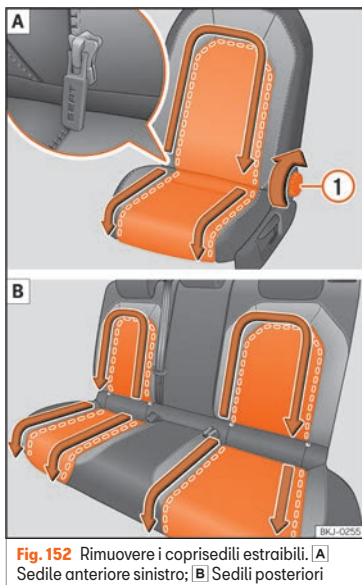

**Fig. 152** Rimuovere i coprisedili estraibili. [A] Sedile anteriore sinistro; [B] Sedili posteriori
- Inclinare lo schienale all'indietro, finché il tirretto della cerniera non sarà completamente accessibile »» fig. 152 ①1).
- Far scorrere i tirretti della cerniera nella direzione delle frecce »» fig. 152. La fodera intercambiabile resta libera.
- Far scorrere i tirretti della cerniera in direzione opposta a quella delle frecce »» fig. 152.